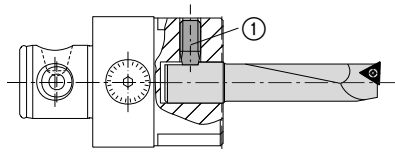

Bild 5
Klemmhalter mit Spannflächen werden mit einem Gewindestift ① im Schieber befestigt. Anziehdrehmoment 8 Nm (Bild 5).